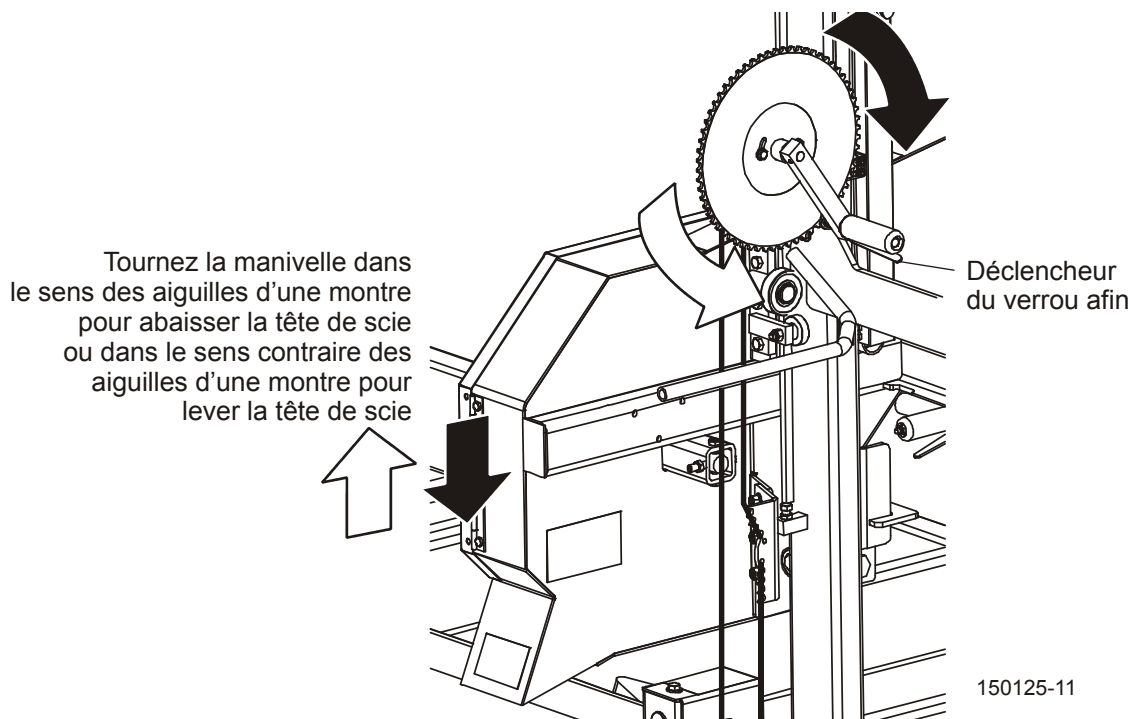

FIG. 5-4
**Voir Figure 5-4.** Utilisez la manivelle du haut/bas pour soulever ou baisser la tête de coupe. Pressez la poignée du déclencheur du verrou et tournez la manivelle dans le sens des aiguilles d'une montre pour abaisser la tête de coupe ou dans le sens contraire des aiguilles d'une montre pour lever la tête de coupe. Chaque entaille sur le volant de la manivelle va déplacer la lame de 1,6mm (1/16"). Un tour complet du volant est de 100mm (4"). Relâchez le déclencheur du verrou afin de verrouiller la tête de scie en place.